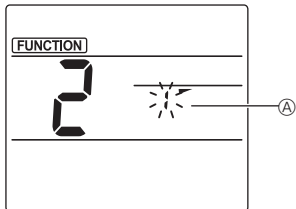

Fig. 3-2
- Выбор номера дефлектора (Fig. 3-2). Нажимайте кнопки **[▲]** для выбора номера дефлектора **(A)**, затем нажмите кнопку **[SET]**.